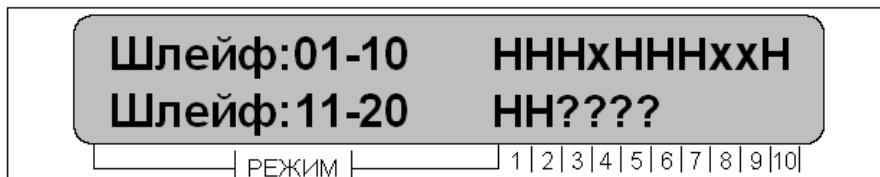

Рисунок 6
- **«Состояние шлейфов зон»** - отображается состояние шлейфов системы, рисунок 6;